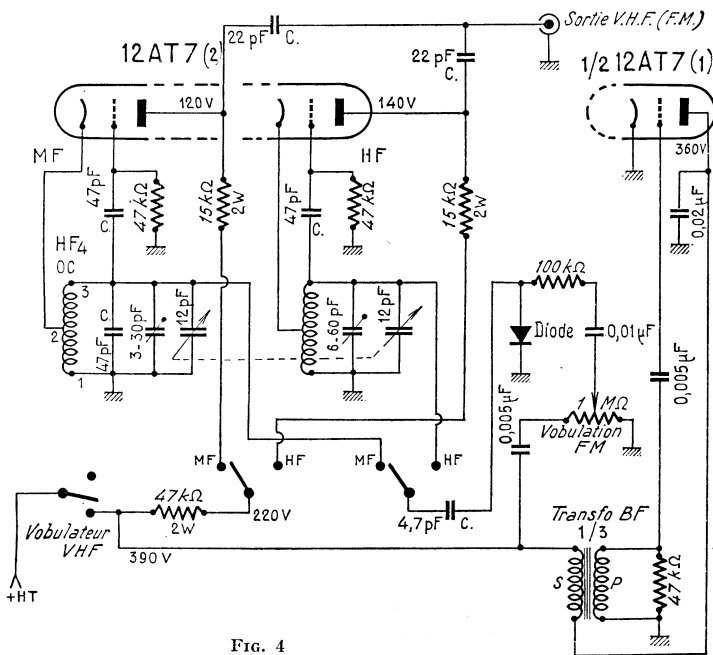

FIG. 4
Son schéma est donné par la figure 4.
Tout d'abord, au sujet de l'oscillation B.F. de la 12AT7 (1) de la figure 4; rappelons que si cette oscillation ne « démarre » pas, il faut inverser le sens de branchement de l'un des enroulements.